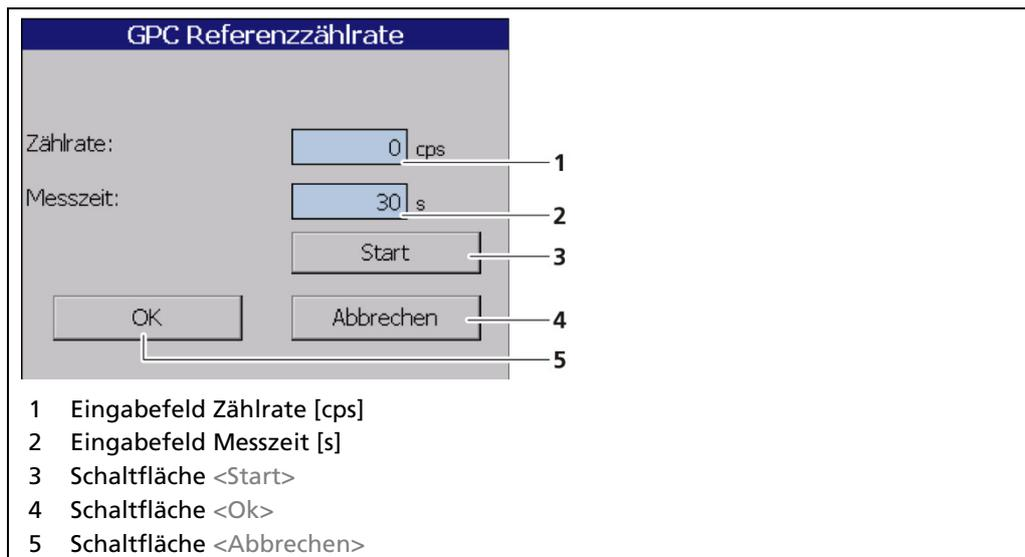

Abb. 95 GPC Referenzzählrate
- ▶ Ein neues Fenster „GPC-Referenzzählrate“ öffnet sich (Abb. 95).
2. Klicken Sie auf das Feld „Messzeit“ (Abb. 95, Pos.2) und geben sie die Dauer der Messung in Sekunden an. Je höher Sie die Messzeit einstellen, umso genauer fällt das Ergebnis aus.
Der Wert der Zählrate kann manuell eingegeben werden (Abb. 95, Pos.1), falls eine Ermittlung der eindeutigen Referenzzählrate nicht möglich ist.